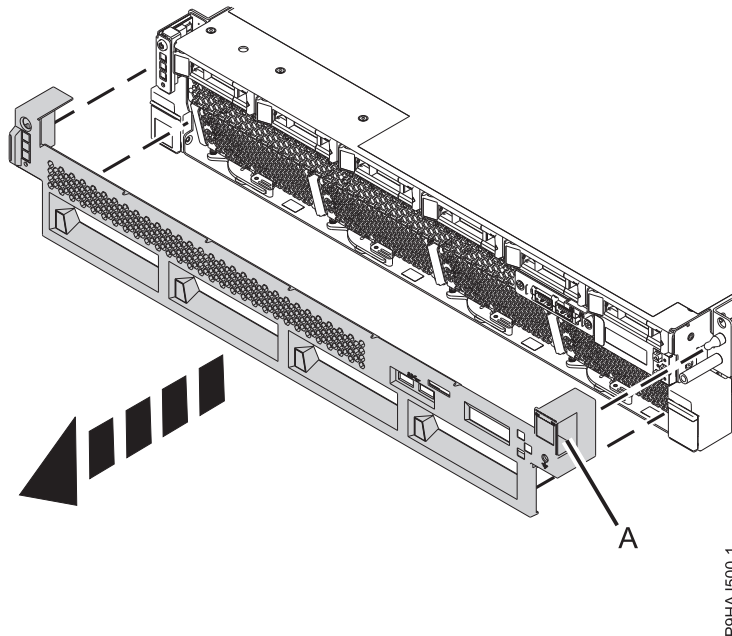

Abbildung 7. Vordere Abdeckungen ausbauen
- Entfernen Sie die vordere Abdeckung, indem Sie sie vom System wegziehen. An der Abdeckung befinden sich Vertiefungen (A), an denen Sie sie besser festhalten können. Siehe Abb. 7.